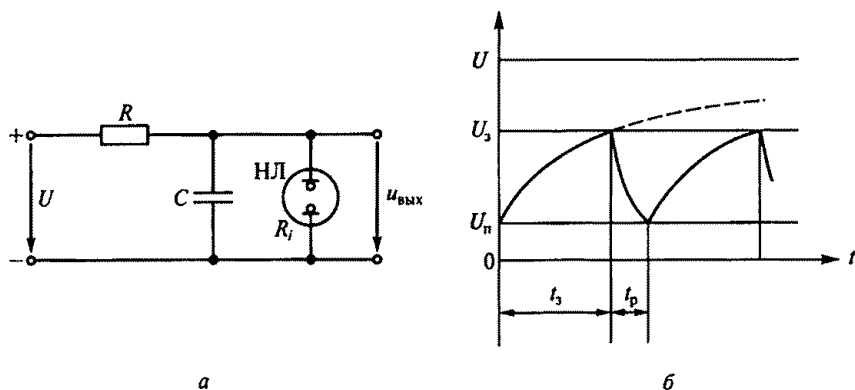

Рис. 213
8.41. Генератор пилообразного напряжения (рис. 213, а) собран на неоновой лампе (НЛ). Какое соотношение между напряжением источника U и напряжением зажигания лампы U_3 (рис. 213, б) обеспечит приемлемую линейность выходного напряжения генератора $u_{\text{вых}}$? (На рисунке: t_3 — время заряда; t_p — время разряда; U_n — напряжение погасания лампы.)